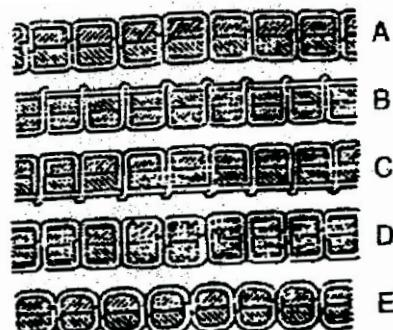

图9
6、底面线张力的调节:各种形状的线迹如图9所示,正常的线迹应如a,如果线迹不正常时,就会出现缝料不平整及断线等现象。B为面线太紧、底线太松,应放松面线夹线器,旋紧梭心套上压簧片螺钉C为面线太松,底线太紧,应与B相反方法调节。